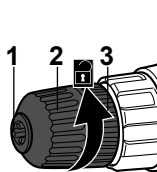

Fig. 1
1. Tenere il mandrino autoserrante (3) in posizione e girare il manicotto di chuck (2) in senso antiorario fino a quando le ganasce del mandrino (1) sono aperti sufficientemente ampia per
2. Inserire la punta del trapano (fig. 1).